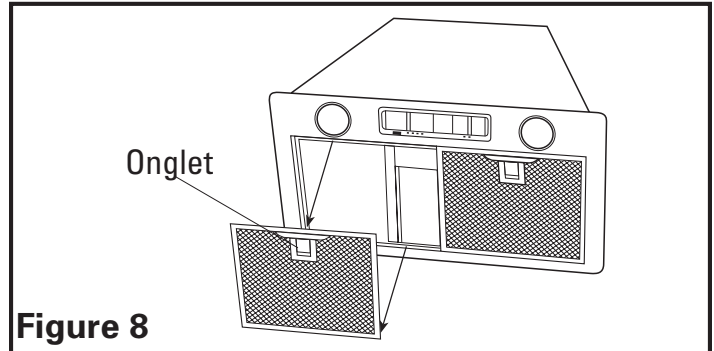

Figure 8
- Pour retirer les filtres, tirez l'onglet de la poignée vers le bas jusqu'à ce que les filtres se dégagent de l'unité. Pour réinstaller, glissez l'onglet à l'arrière du filtre dans la fente dans l'unité. Tout en maintenant la poignée ou le filtre, soulevez le filtre en place et relâchez la poignée. Le filtre doit cliquer solidement en place (**Figure 8**).